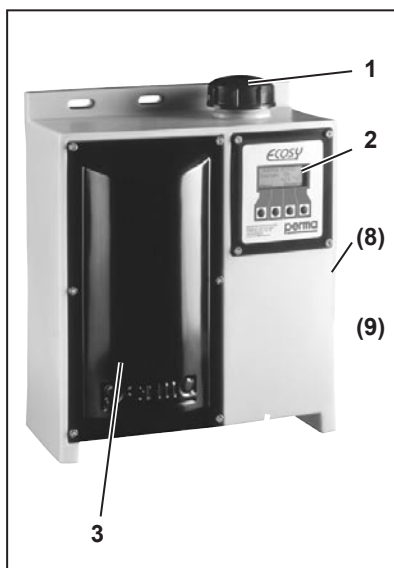

Fig. 3-1 Graisseur automatique ECOSY 4
Le sedis ECOSY 4 est composé essentiellement de (fig. 3-1, 3-2):
- 8 Alimentation électrique et coffret à bornes (fig. 3.1, recouvert sur la face arrière, non représentée)
- Ôter le capot de pompe (3, fig. 3-1).
- Poser le capot de pompes (3, fig. 3-1). Serrer la vis à six pans creux SW3 à la main uniquement.